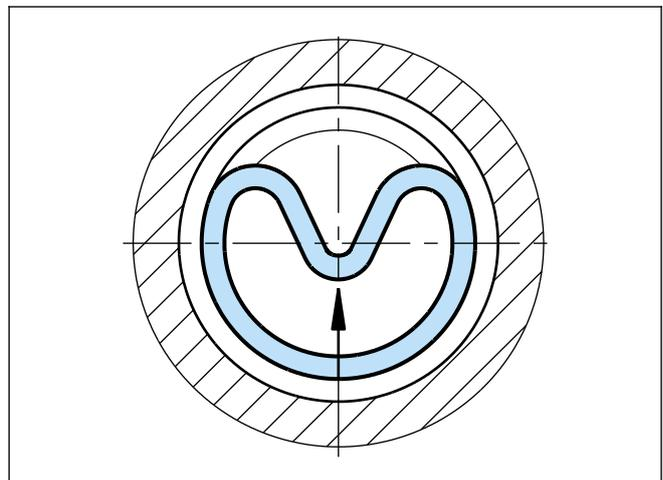

Bild 87 Einlegen des Dichtringes in die geschlossene Nut
- Dichtring in zusammengedrückter Form in die Nut einlegen und in Pfeilrichtung (Bild 87) gegen den O-Ring andrücken.